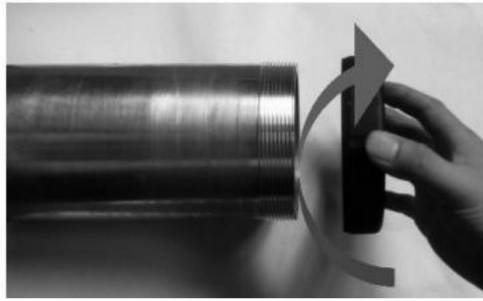

Fig 3
4.1.1 Installera eller byt pålhyllshållare, Välj en motsvarande hållare enligt pålningssstorlekarna på 45 mm, 55 mm, 88 mm, eftersom det är visas i Fig.3.